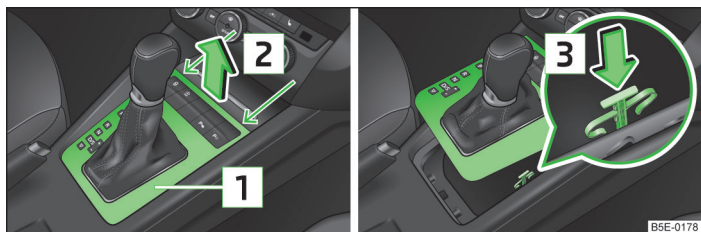

Fig. 122 Desbloqueo de emergencia de la palanca selectora
- Agarrar la tapa  en la zona de las flechas y levantar con cuidado en la dirección de la flecha  adelante y después atrás » fig. 122.